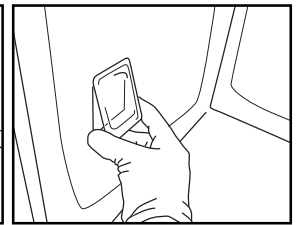

Abb. 9
5. Setzen Sie die Lampenabdeckung wieder ein, indem Sie diese fest aufdrücken, bis sie in Einbaulage einrastet (Abb. 9).